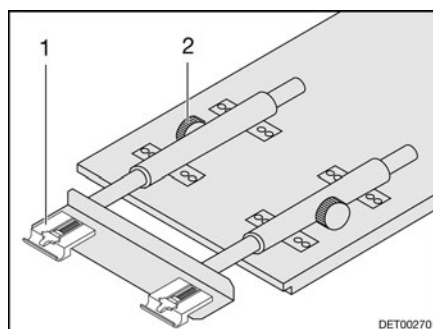

Fig. 70 Ampliación de la mesa colgante
- Soltar los tornillos moleteados (Fig. 70,2).
- Elevar el tablero de mesa ligeramente por delante y extraerlo hasta el tope. La prolongación de mesa (Fig. 70,1) está completamente extraída.
- Elevar el tablero de mesa ligeramente por delante y empujarlo hacia atrás hasta el tope. La prolongación de mesa (Fig. 70,1) está completamente introducida.